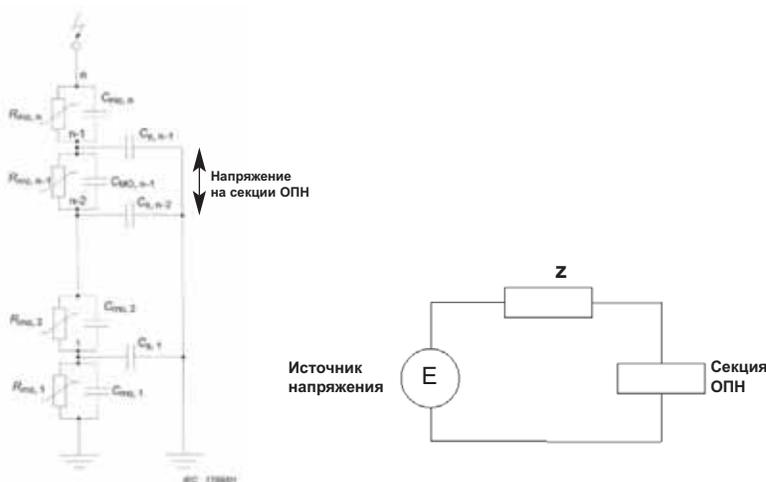

Рис. 3: Напряжение на секции ОПН и его схема замещения
Экспоненциальное распределение напряжения в продольном направлении нежелательно для МО варисторов ОПН, особенно для тех, которые находятся в верхней части ОПН. Под воздействием высокого уровня НЭП происходит ионизация воздушных промежутков и возникновение частичных разрядов. Длительные частичные разряды вблизи МО варисторов приводят к их постепенному старению и старению их внешней изоляционной поверхности, уменьшая срок службы всего ОПН. Поэтому для традиционных одноколонковых ОПН, имеющих воздушные промежутки, коронные кольца, помимо осуществления функции распределения напряжения в продольном направлении, необходимы для снижения уровня НЭП в поперечном направлении. Рассмотрим схему замещения ОПН ППК (Рис. 1б). Она может описывать варисторные элементы в его линейной модели, либо перед, либо после точки переключения. Сначала варистор имеет высокое сопротивление, в этом случае емкость определяет распределение напряжения. За точкой переключения варистор имеет низкое сопротивление и оно определяет распределение напряжения. Когда варистор или варисторы находятся под высоким уровнем НЭП, схема замещения (Рис. 3) имеет источник напряжения с высоким последовательным импедансом (Z). В этих условиях напряжение на варисторе будет падать после того, как любой значительный ток начнет протекать по нему. Высокий импеданс источника эффективно ограничивает напряжение и ток, которые могут иметь варисторы, расположенные наверху в области высоких уровней НЭП.